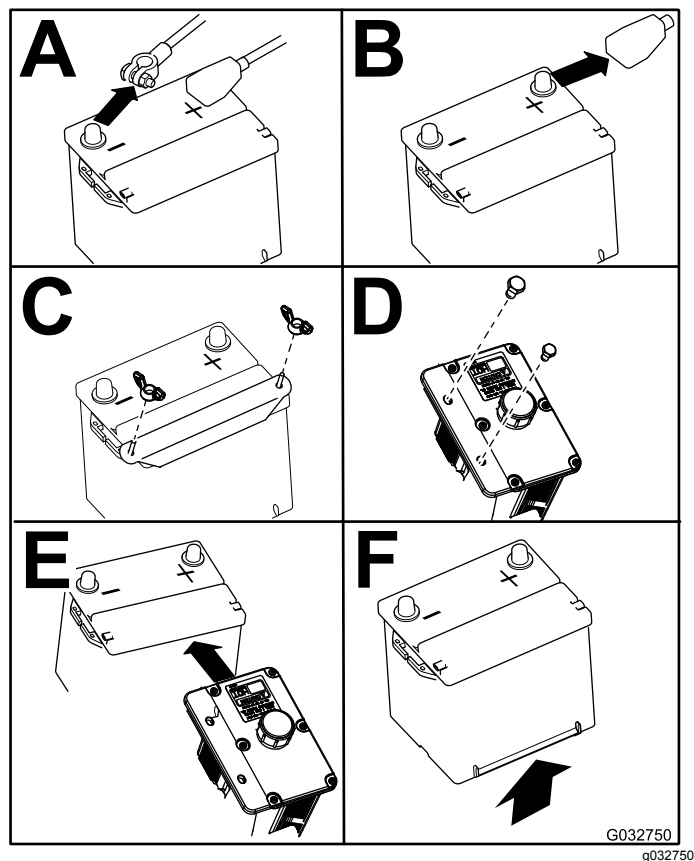

Figura 60
4. Retire la batería, según se muestra en Figura 60.